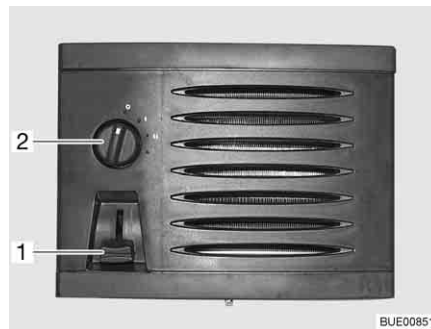

Fig. 175 Boutons de commande d'échangeur de chaleur supplémentaire
- Pousser le régulateur à coulisse (Fig. 175,1) du régulateur de débit vers le bas jusqu'à la position souhaitée. Le circuit d'eau est ouvert.
- Tourner l'interrupteur (Fig. 175,2) du ventilateur à air pulsé dans le sens des aiguilles d'une montre.
- Tourner l'interrupteur de soufflerie (Fig. 175,2) sur "0".
- Pousser le régulateur à coulisse (Fig. 175,1) du régulateur de débit à fond vers le haut.